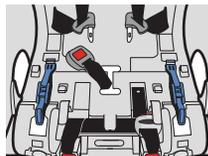

Figure 15
- Faites glisser la sangle d'un côté de la fente de la sangle d'entrejambe et poussez le bord de la sangle dans la fente de réglage, tel qu'illustré dans la **Figure 15**.